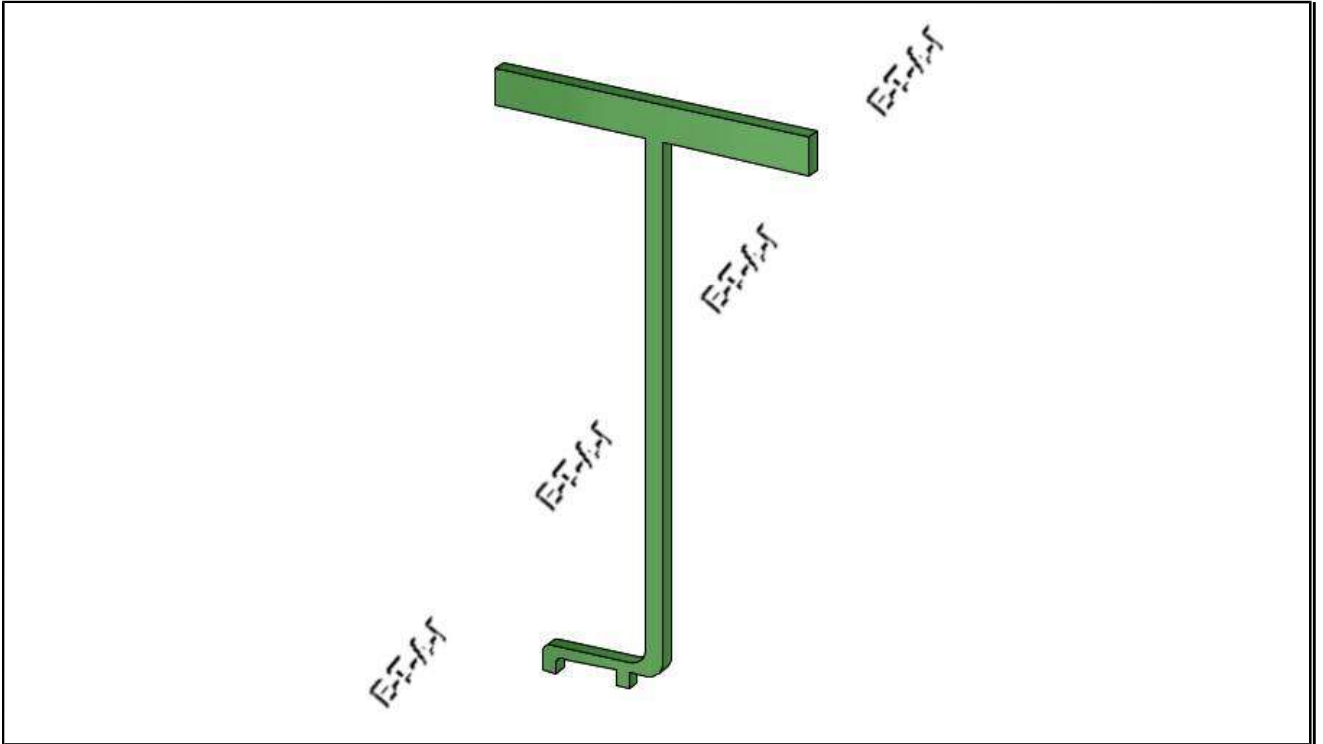

Fig.7
- Outil spécial : (0109-6)Fig.7